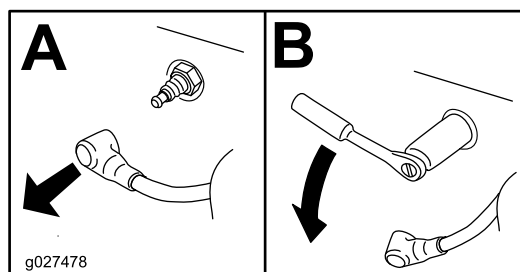

Figura 46
4. Retire a vela de ignição (Figura 46).